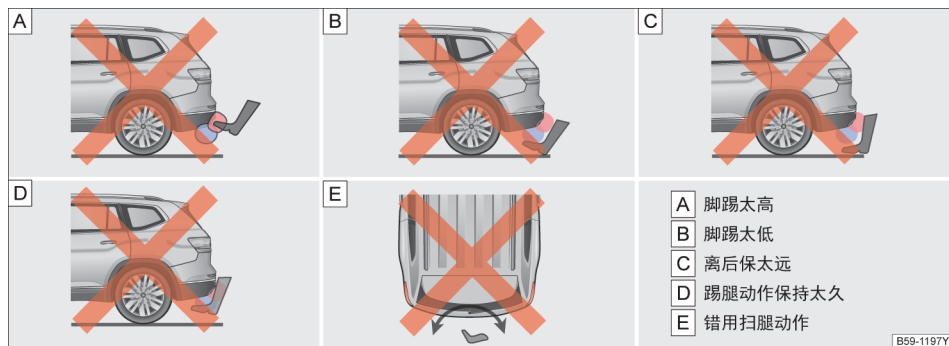

图 66 脚踢激活感应式行李厢盖开启的错误动作示范
- 2、脚踢太高、太低或是离后保太远→图 66 [A]、[B]、[C]
- 3、踢腿动作在后保下保持太久（超过 1 秒）→图 66 [D]
- 4、使用错误的踢腿动作（比如：来回扫腿）→图 66 [E]